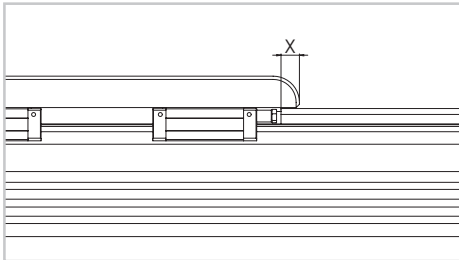

Abb. 2
1) Messen Sie die Distanz X zwischen dem Laufwagen und dem Riemenspannelement (Abb.2)